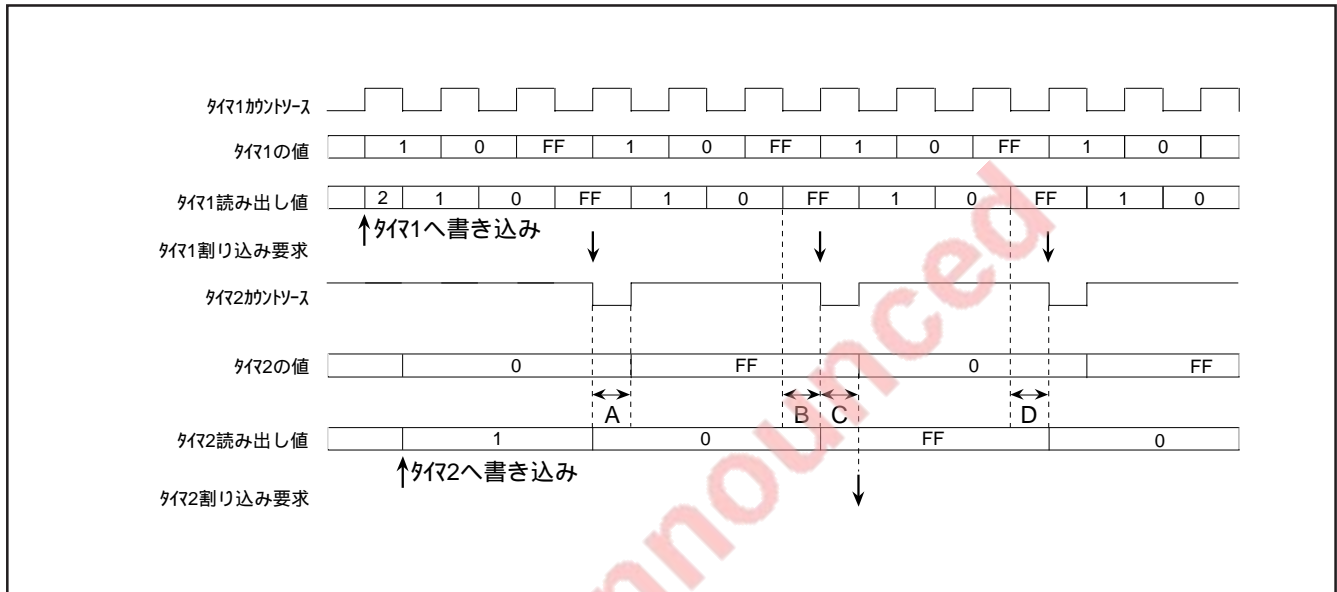

図1.12.27 タイマ2本を直列に接続した場合のタイマの値と読み出し値の変化するタイミング
(4)8ビットタイマ2本を直列に接続した場合のタイマの値と読み出し値の変化するタイミングを、タイマ1とタイマ2を接続した場合を例にして示すと図1.12.27の通りです(タイマ1と2を接続、タイマ1設定値=2、タイマ2設定値=1の場合)。